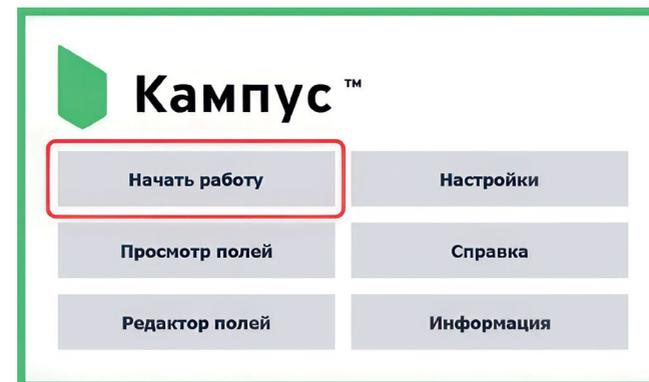

Рисунок 90 – Главный экран – Начать работу
1.1. На главном экране навигатора нажмите кнопку «Начать работу» (см. Рисунок 90).